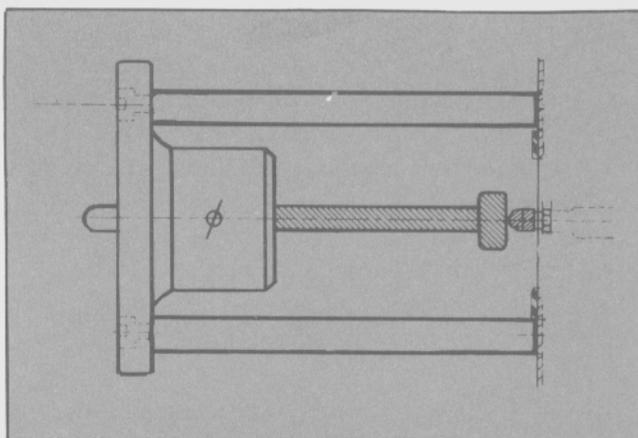

Fig. 50 - Comprobación del ajuste correcto del perno de empuje
- Comprobar el correcto ajuste del perno de empuje del cilindro maestro de acuerdo a lo explicado en la Sección 2 de este capítulo (Fig. 50).